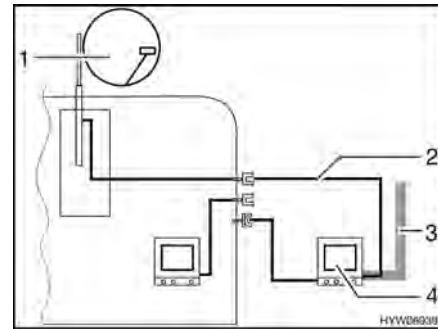

Fig. 126 TV dans l'auvent
- TV dans l'auvent (Fig. 126,4) : Raccord à l'antenne sur le toit (Fig. 126,1) avec câble d'alimentation (Fig. 126,2)
- TV dans l'auvent (Fig. 126,4) : Raccord à l'antenne extérieure (Fig. 126,3)